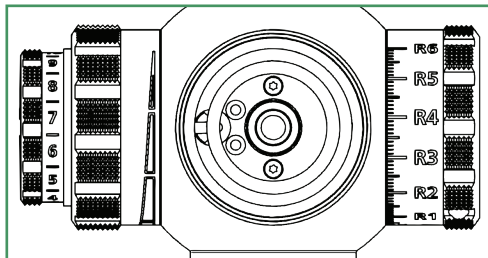
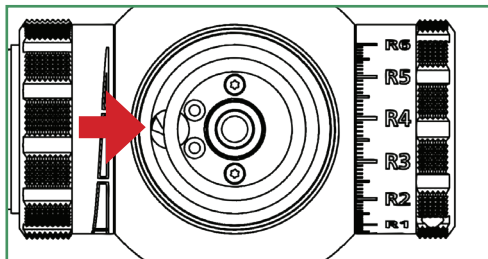

Abb. 1
Abb. 2
**Hinweis:** Bei demontierter Stellkappe kann der Mechanismus zur Anzeige der zweiten Umdrehung in eine Position gebracht werden, in der sich die Stellkappe nicht mehr in die zweite Umdrehung drehen lässt (Abb. 1). Stellen Sie vor der Montage der Stellkappe sicher, dass die Nut des Drehzylinders sich in der in Abb. 2 gezeigten Position befindet. Der Drehzylinder kann mit Hilfe eines kleinen Schraubendrehers in die gezeigte Position gebracht werden.